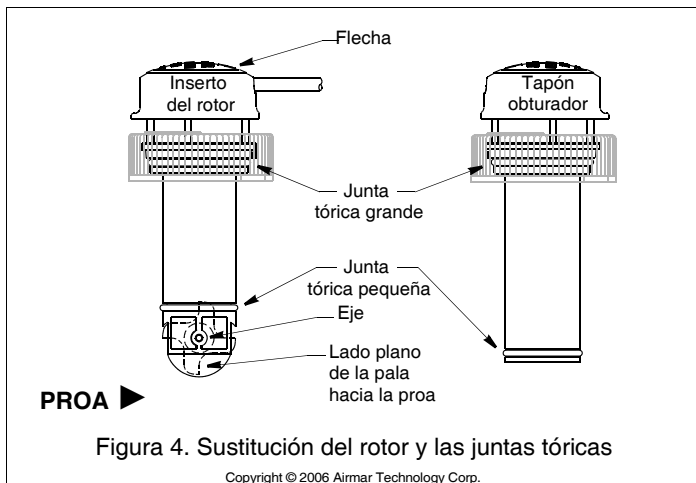

Figura 4. Sustitución del rotor y las juntas tóricas
1. En el tapón obturador, revise las juntas tóricas (cámbielas según sea necesario) y lubríquelas con el lubricante de silicona que se incluye o con vaselina (Vaseline®) (Figura 4). Las juntas tóricas deben estar intactas y bien lubricadas para resultar estancas.
1. Con el eje del rotor nuevo, empuje el eje antiguo unos 6 mm (1/4") hacia fuera. Con unos alicates, extraiga el eje antiguo (Figura 4).